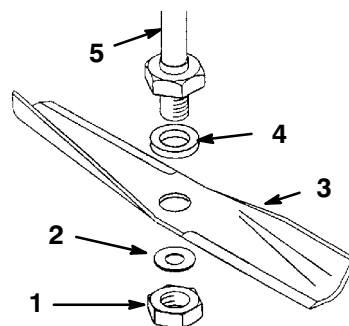

Figure 31
3. Tenir le bout de la lame à l'aide d'un chiffon ou d'un gant épais, et retirer l'écrou, les 2 rondelles et la lame (Fig. 31). Pour enlever l'écrou, caler éventuellement la lame en introduisant une cale en bois entre la lame et le carter de tondeuse.